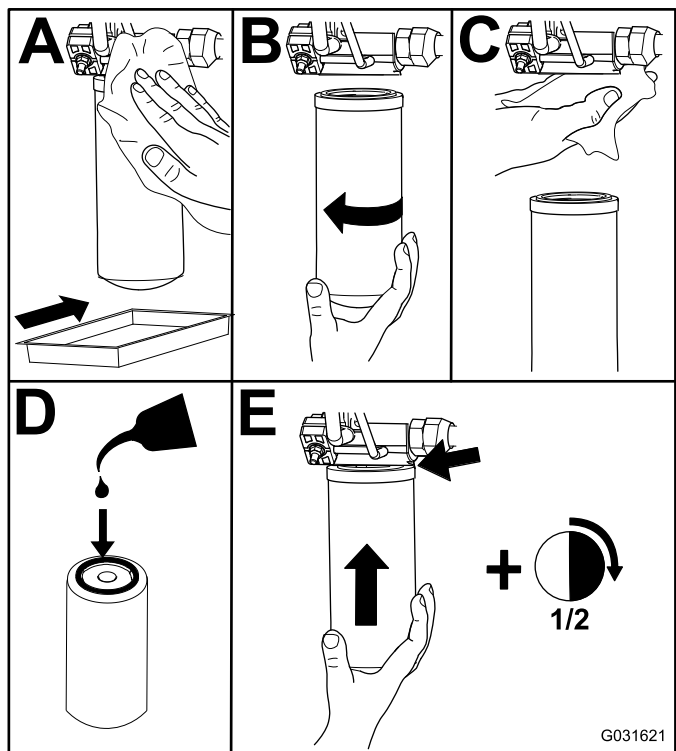

Figura 105
2. Substitua os filtros hidráulicos (Figura 105).